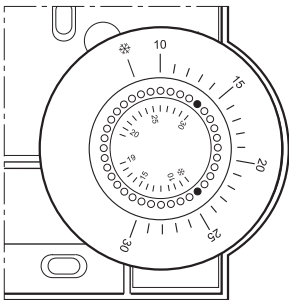

Fig. 16: Limitation de la plage de consigne
- Placez les deux petites tige dans les trous de la plage de réglage (voir Fig. 16). Se repérer par rapport à l'échelle intérieure : Sur la Fig. 16, les tiges sont insérées de sorte que la plage de réglage soit limitée entre la température protection anti-gel \* (limite basse) et 30 °C (limite haute).